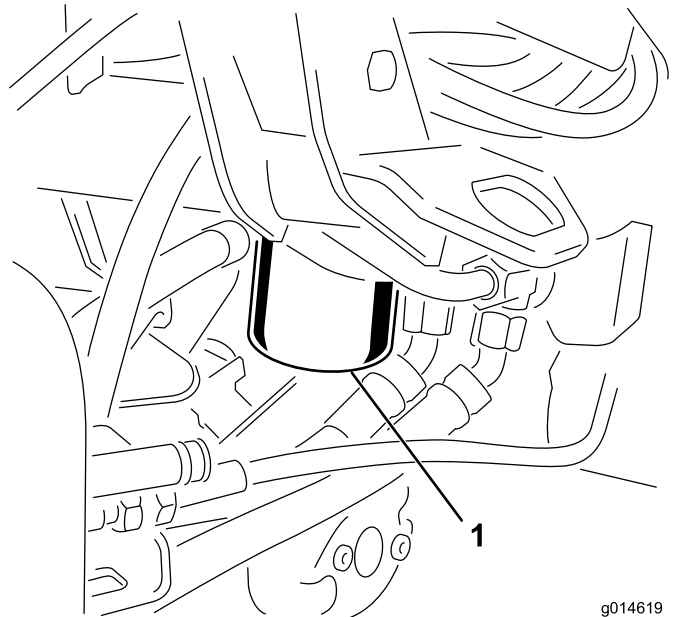

图 47
1. 清洁过滤器安装区周围的区域图 47。在过滤器下面放置一个放油盘并拆下过滤器。